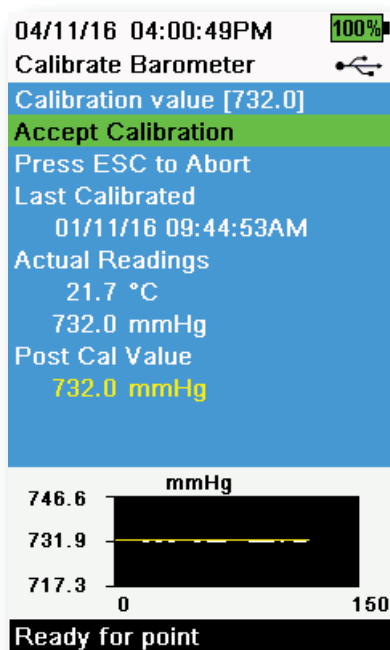

Figure 50 Étalonner le baromètre
- Sélectionnez **Accepter l'étalonnage** (Figure 50). La mention « Étalonnage réussi ! » s'affiche dans la zone de messages.